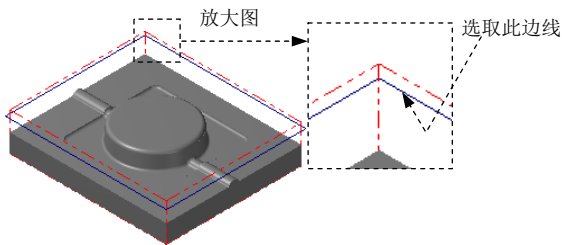

图 12.7 选取切削范围边线
(2) 设置加工边界。在 **Containment boundary** 区域中单击 按钮, 系统弹出“串连选项”对话框。在图形区中选取图 12.7 所示的边线, 单击 按钮, 系统返回至“刀具路径的曲面选取”对话框。
(3) 单击 按钮, 完成加工区域的设置, 同时系统弹出“曲面粗加工挖槽”对话框。